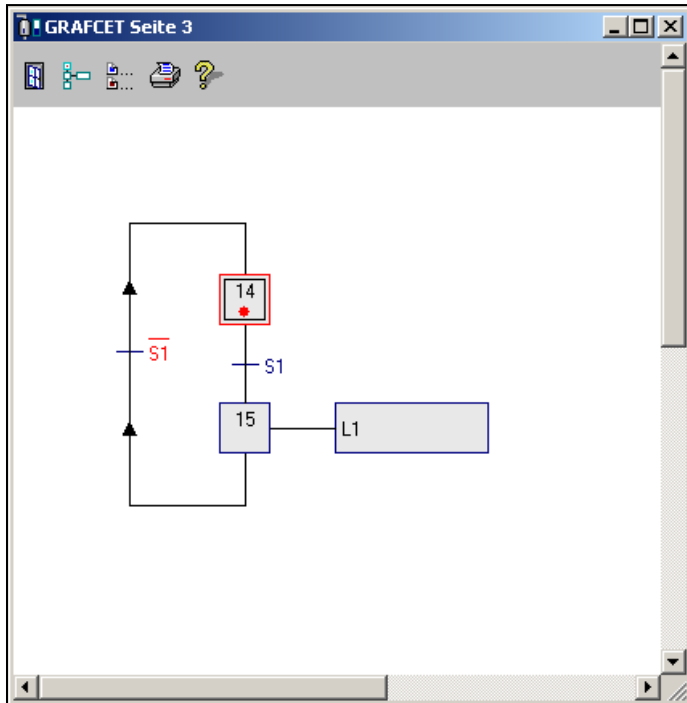

Abb. 15: Aktivierter GRAFCET-Plan in der GRAFCET-Ansicht
Der Plan aus Abb. 15 steht im rot markierten Initialisierungsschritt (14) und wartet bei der folgenden Transitionsbedingung darauf, dass das Signal *S1* auf 1 (High) geht.